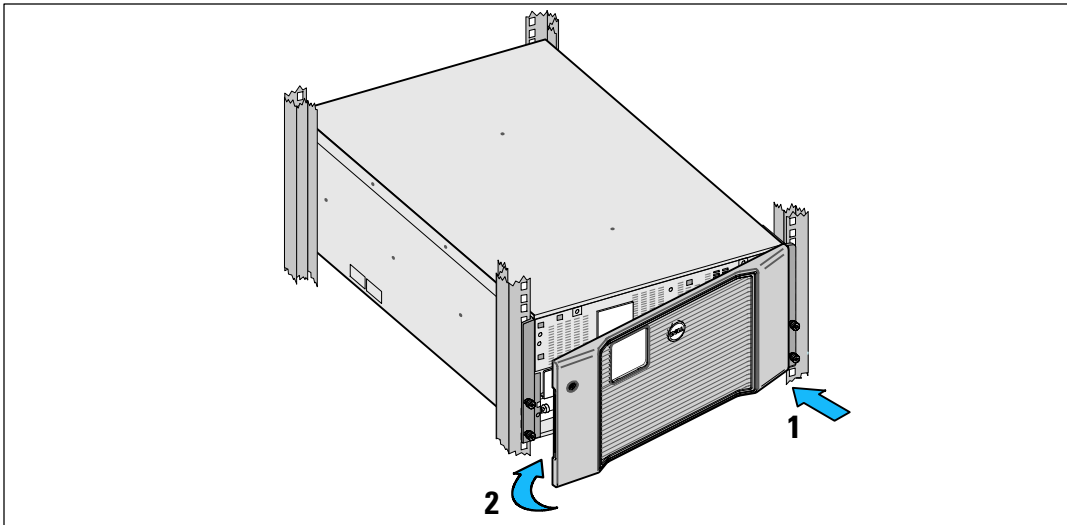

図 17. フロントカバーの取り付け方法
**14** フロントカバーの取り付け方法（図 17を参照）：